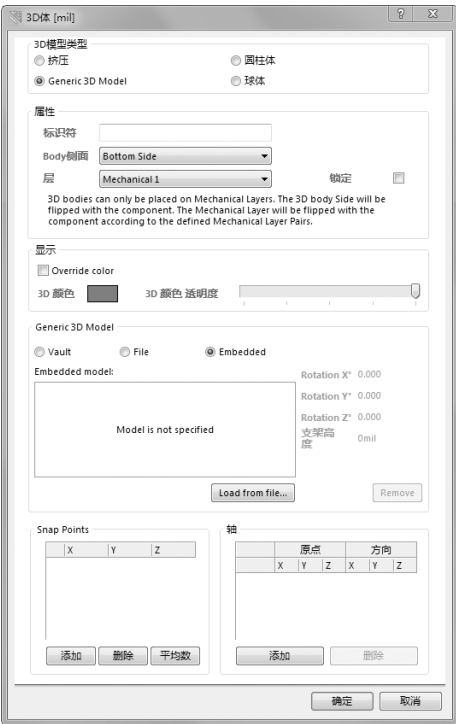
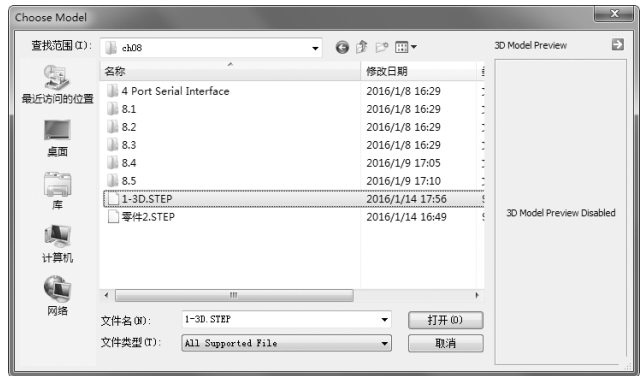
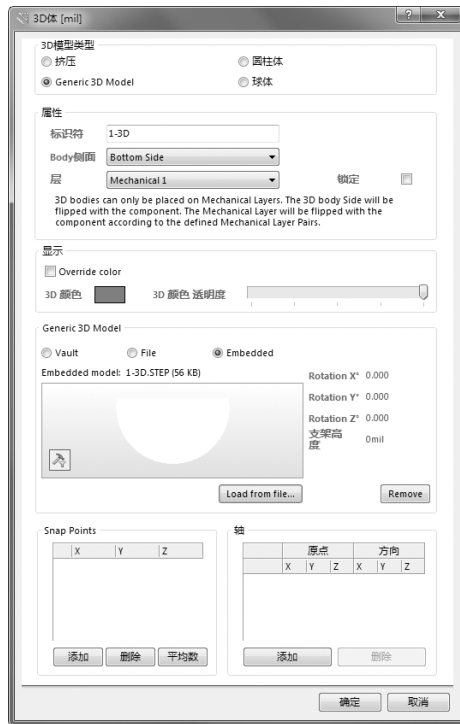

图 11-60 “3D 体”对话框
图 11-61 “Choose Model”（选择模型）对话框
图 11-62 模型加载
1) 选择菜单栏中的“放置”→“3D 元件体”命令，弹出如图 11-60 所示的“3D 体”对话框，在“3D 模型类型”选项组下选择“Generic 3D Model”（通用 3D 模型）选项，在“Generic 3D Model”（通用 3D 模型）选项组下选择“Embedded”（嵌入的）选项，单击“Load from file...”按钮，弹出“Choose Model”（选择模型）对话框，选择“*.step”文件，单击“打开”按钮，如图 11-61 所示，加载该模型，在“3D 体”对话框中显示加载结果，如图 11-62 所示。